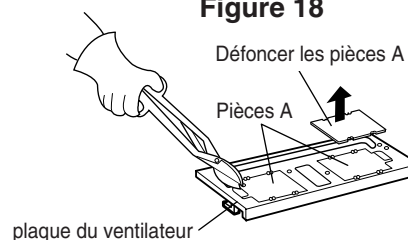

Figure 19
- Utiliser une pince à coupe de côté ou des ciseaux à métaux pour découper et enlever les pièces A de la plaque du ventilateur. Mettre les pièces A au rebut. Faire attention à ne pas tordre la plaque. Voir la figure 19.